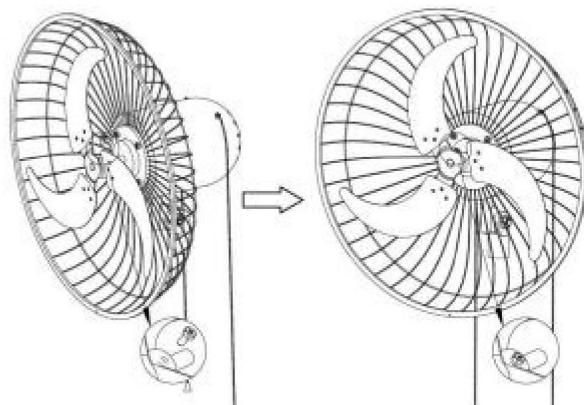

Fig.6.
2). Installare la pala della ventola (15) sull'albero del motore, quindi bloccare la vite della pala (14). Vedere la (Fig.6.)